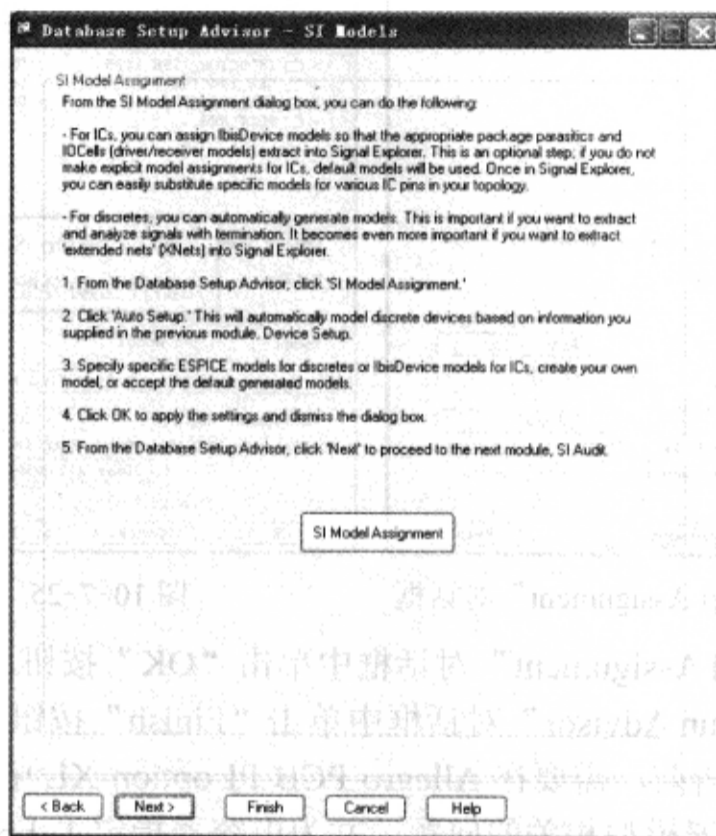

图 10-7-23 “Database Setup Advisor-SI Models”窗口
- (4) 关闭“Device Setup Changes”窗口。
- (5) 在“Database Setup Advisor-Device Setup”窗口中单击“Back”按钮。
- (6) 在“Database Setup Advisor-DC Nets”窗口中单击“Identify DC Nets”按钮。
- (7) 在“Identify DC Nets”对话框中选择“1\_8V\_ISLAND”网络并单击“OK”按钮，此时不会再显示警告窗口。
- (8) 在“Database Setup Advisor-DC Nets”窗口中单击“Next”按钮，弹出“Database Setup Advisor-Device Setup”窗口。
- (9) 在“Database Setup Advisor-Device Setup”窗口中单击“Next”按钮，弹出“Database Setup Advisor-SI Models”窗口，如图 10-7-23 所示。